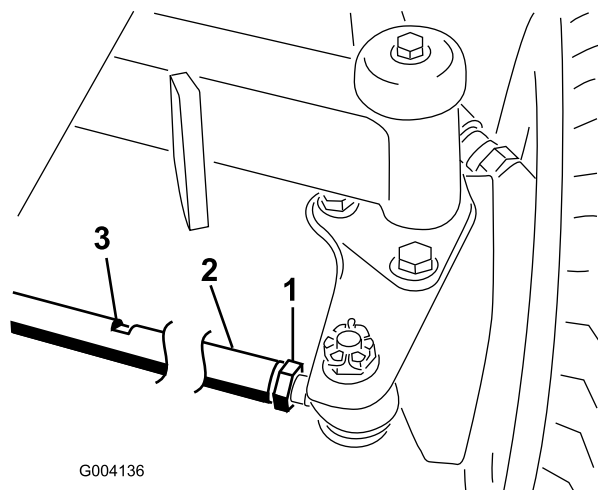

Figura 80
2. Allentate il controdado da ciascun lato del tirante (Figura 80).